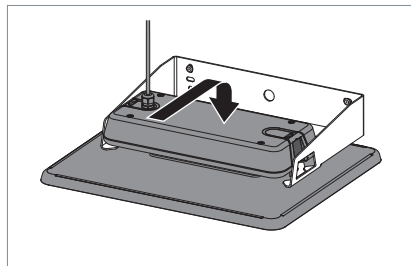

Fig. 6: Accrocher le luminaire à la fixation murale.
- ▶ Accrochez le luminaire à la fixation murale, voir Fig. 6.